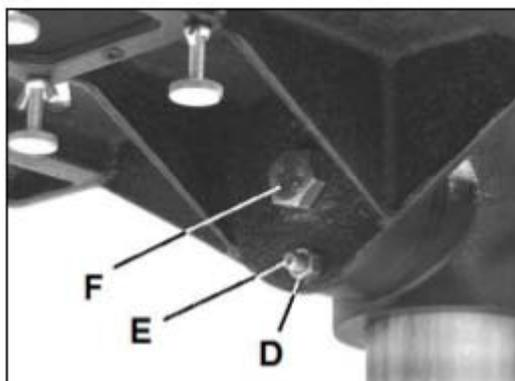

Рис. 25
Сначала удалите установочную шпильку (Е, Рис. 25), открутив гайку (D) по часовой стрелке.